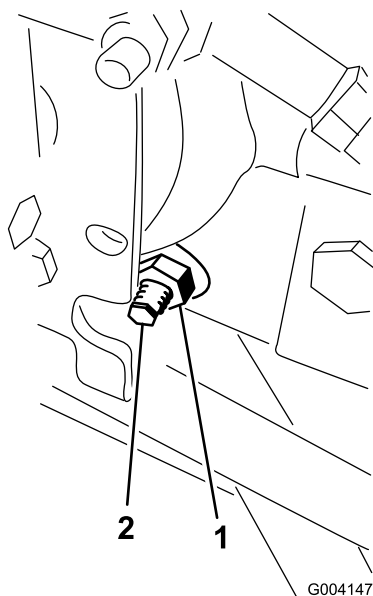

Bild 69
4. Lösen Sie rechts am Hydrostat die Sicherungsmutter an der Fahrtrieb-Einstellnocke (Bild 69).